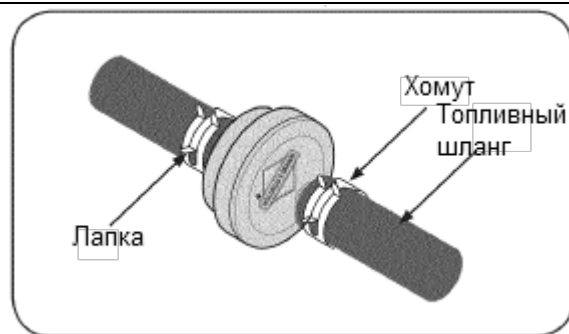

Рис. 11
1. Используйте плоскогубцы для сжатия лапок на каждом другом хомуте (со стороны выхода фильтра), затем скользя вдоль шланга, отведите хомут от фильтра. Покручивая и тянув, снимите топливный шланг с топливного фильтра. См. Рис. 11.
1. Отсоедините быстросъемное крепление (А) и снимите крышку воздушного фильтра (В). См. Рис. 11.
2. Извлеките фильтрующий элемент (С), приподняв конец фильтрующего элемента и потянув его от впуска (D).